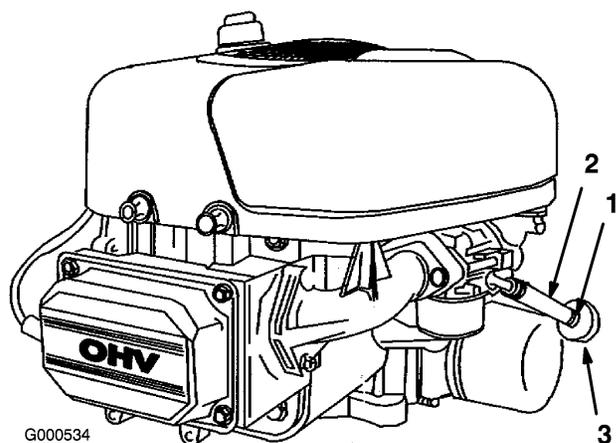

Figure 29
4. Pincez les extrémités des colliers et faites glisser ceux-ci pour les éloigner du filtre (Figure 29).
6. Posez un filtre neuf et rapprochez les colliers de fixation du filtre (Figure 29).